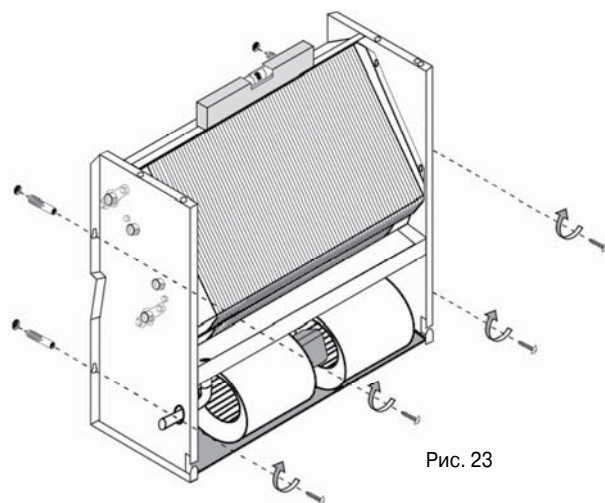

Рис. 23
- Закрепите агрегат на монтажной поверхности с помощью четырех винтов (рис. 23 и 24).